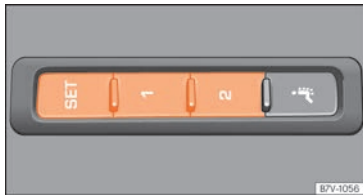

Abb. 136 Speichertasten außen am Fahrersitz.
»» **Abb. 136.**
- Taste **SET** gedrückt halten »» **Abb. 136**.